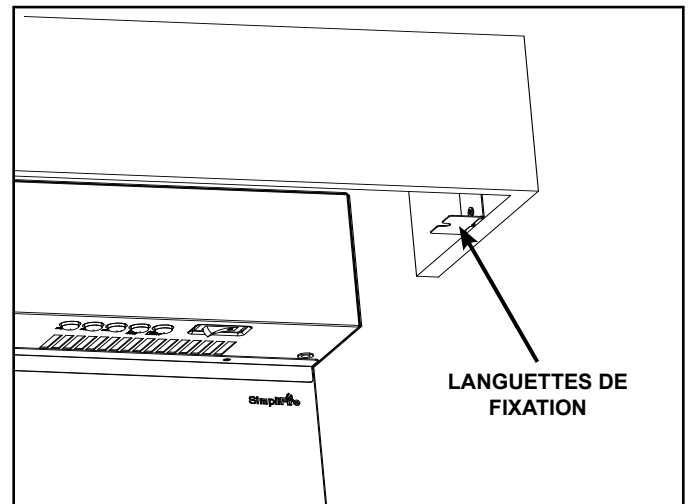

Figure 3
3. Avant d'installer la partie supérieure du manteau de foyer, pliez légèrement les languettes de fixation pour les ouvrir davantage afin de laisser un espace libre lors de l'installation du foyer. Voir la figure 3.